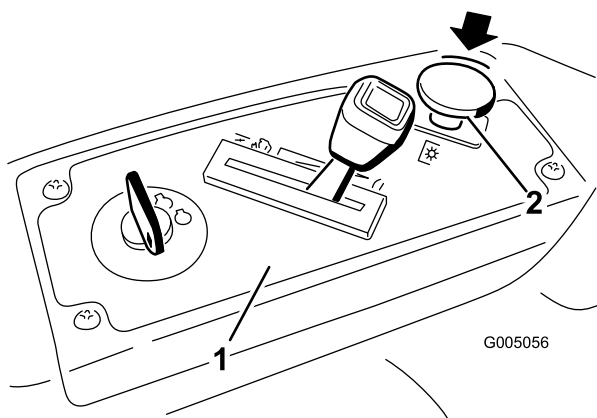

Figura 10
- Desengrane las cuchillas moviendo el mando de control de las cuchillas a Desengranado (Figura 10).